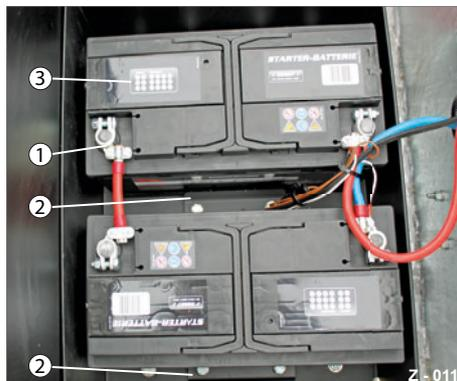

Abb. 15 Batterien demontieren
- ▶ Lösen Sie die Anschlussklemmen (Abb. 15/1).
- ▶ Lösen Sie die Schraubverbindungen der Halterungen (Abb. 15/2).
- ▶ Notieren Sie das Einbaudatum der neuen Batterien am Etikett (Abb. 15/3).